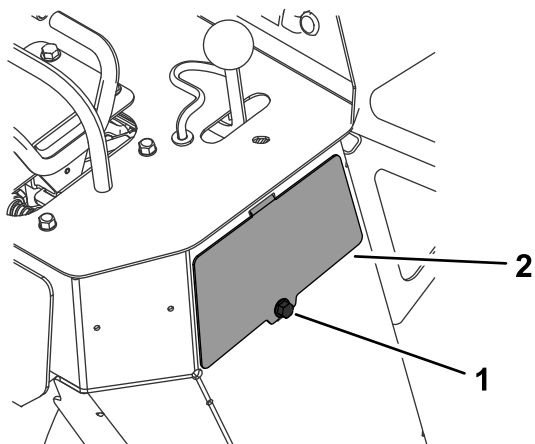

Рисунок 52
- Отверните болт и снимите панель доступа на правой стороне машины (Рисунок 52).
- Установите панель доступа и закрепите ее болтом (Рисунок 52).